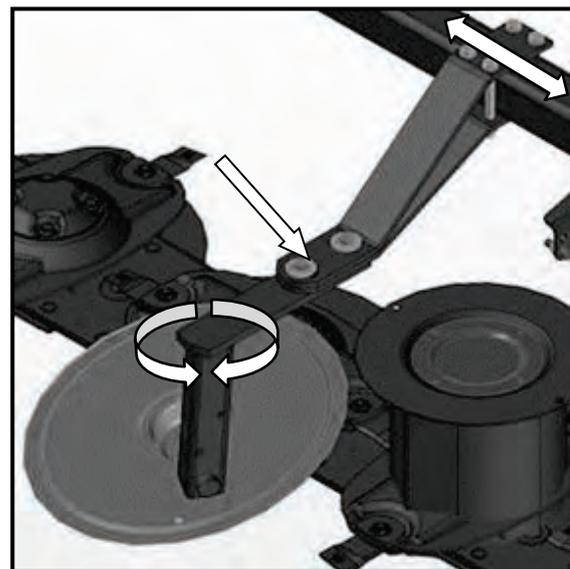

Fig. 90 Regulación del dispositivo de hileras
- Para virar el disco de hileras debe soltar los dos tornillos de retención en el estribo de sujeción del disco de hileras (Fig. 90).
- Para el desplazamiento lateral del disco de hileras con el soporte debe soltar los cuatro tornillos en el tubo portante del dispositivo de hileras (consulte la Fig. 90).